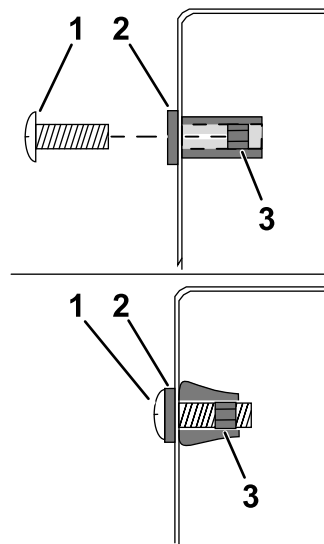
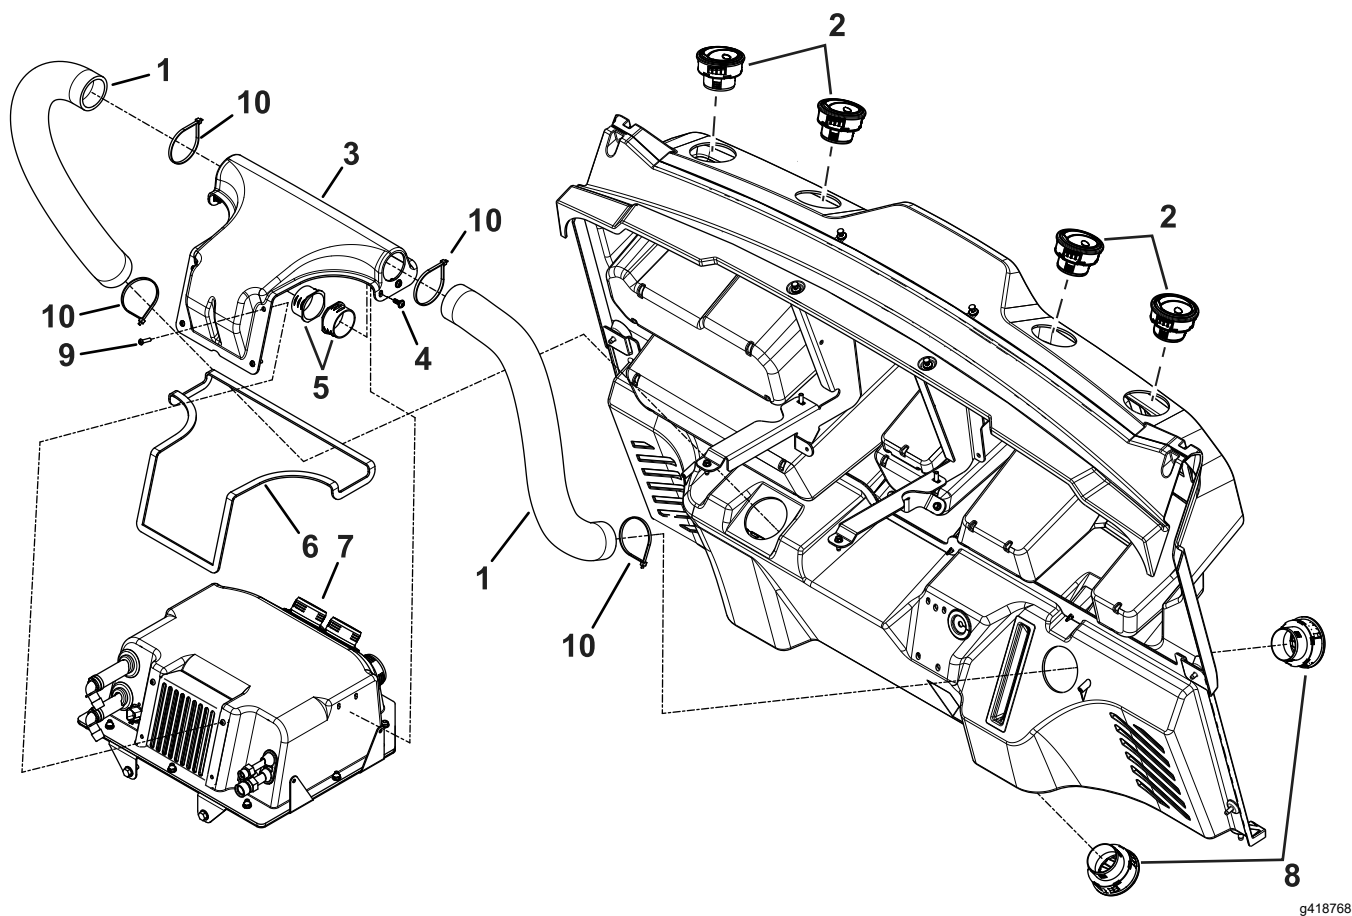
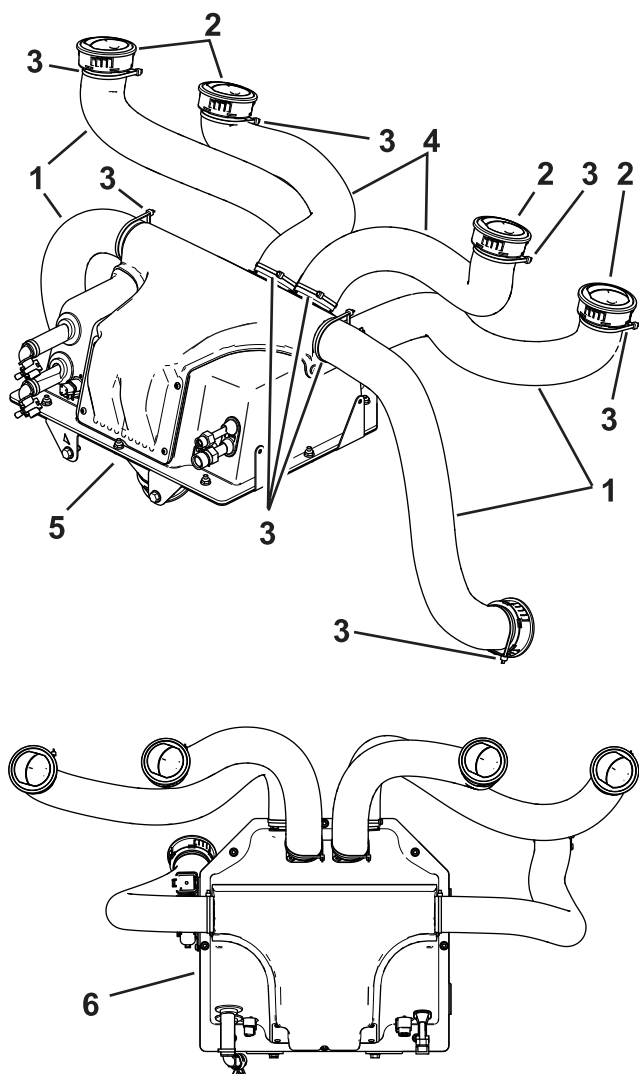

Figure 22
Figure 23
Figure 24
1. Fixez les 4 flexibles de bouche d'air (55 mm x 68,6 cm) sur les bouches réglables et les 2 flexibles de bouche d'air (55 mm x 45,7 cm) sur les bouches non réglables à l'aide de 6 grands attache-câbles, comme montré à la Figure 24.
2. Acheminez les tuyaux et installez les 4 bouches réglables dans les 4 trous du haut ; voir Figure 23 et Figure 24.
3. Acheminez les tuyaux et installez les 2 bouches non réglables dans les 2 trous du bas ; voir Figure 23 et Figure 24.
8. Montez les adaptateurs de bride dans le couvercle d'admission d'air (Figure 21 et Figure 23).
9. Montez le couvercle d'admission d'air sur le boîtier HVAC à l'aide de 4 vis à tête ronde creuse (M5 x 22 mm) ; voir Figure 22 et Figure 23.
Remarque: Pour éviter d'enfoncer les écrous à expansion en caoutchouc dans le boîtier HVAC, amorcez les vis à la main (Figure 22).
10. Montez le couvercle d'admission d'air sur le boîtier HVAC à l'aide de 4 vis autotaraudeuses (1,46 x 13 mm) ; voir Figure 23.
1. Fixez les 4 flexibles de bouche d'air (55 mm x 68,6 cm) sur le boîtier HVAC et les 2 flexibles de bouche d'air (55 mm x 45,7 cm) sur le couvercle d'admission d'air à l'aide de 6 grands attache-câbles, comme montré à la Figure 23 et la Figure 24.